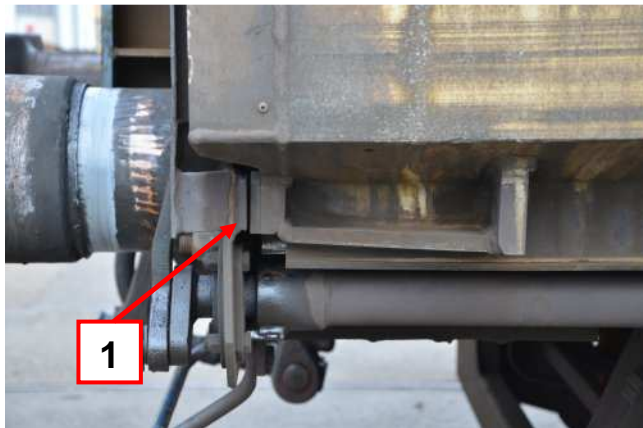
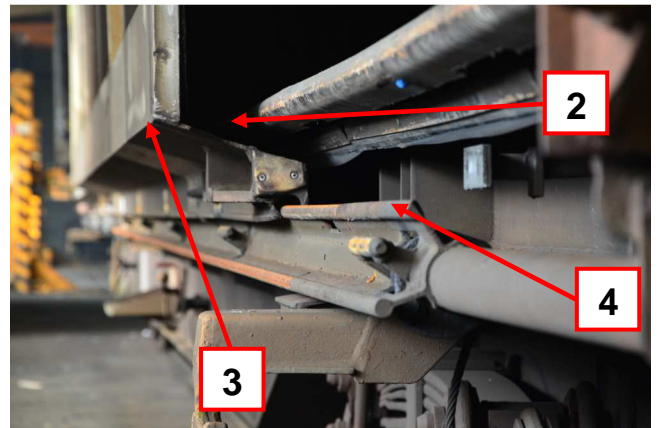

Bild 15: Schiebewand am Pufferanschlag
Bild 16: geöffnete Schiebewand, Laufschiene
Maßnahmen: Es ist sicher zu stellen, dass sich die Schiebewand völlig in der Endstellung befindet, d.h. am Anschlag (1,) Weiterhin ist zu kontrollieren, dass sich keine Gegenstände im Bereich zwischen Schiebewand (3) und dem Wagengestell (2) befinden und die Schwenkwelle (4) frei drehen kann (Bild 15, Bild 16).